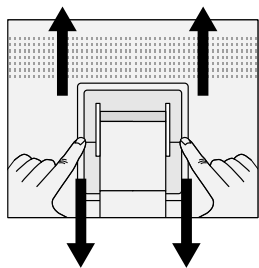

Рисунок S.2
3. Указательным пальцем нажмите на часть “▼” и одновременно сдвиньте нижнюю крышку подставки (**Рисунок S.2**).